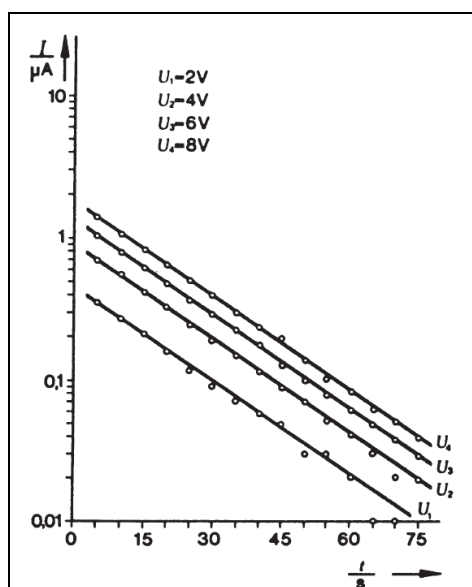

Рис.10. Изменение зарядного тока во времени при различных напряжениях.
6.4. По результатам таблицы 7 построить зависимость $I(t)$ для различных значений зарядного напряжения U при одних и тех же значениях емкости и сопротивления. Вид зависимостей представлен на рис.10. По данным зависимостям, имеющим одинаковый наклон, определите экспериментальное значение сопротивления зарядного резистора и оцените погрешность этого определения, отталкиваясь от действительного значения сопротивления резистора.